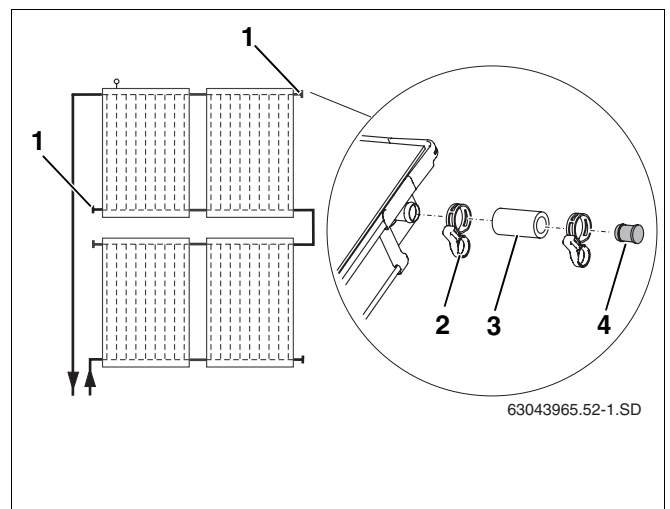

Fig. 59 Applicazione dei tappi ciechi premontati
Chiudere con i tappi ciechi gli attacchi del collettore non utilizzati (fig. 59, **pos. 1**).
- Infilare il tubo di gomma 55 mm per solare (fig. 59, **pos. 3**), con tappi ciechi già montati, sui due attacchi liberi.